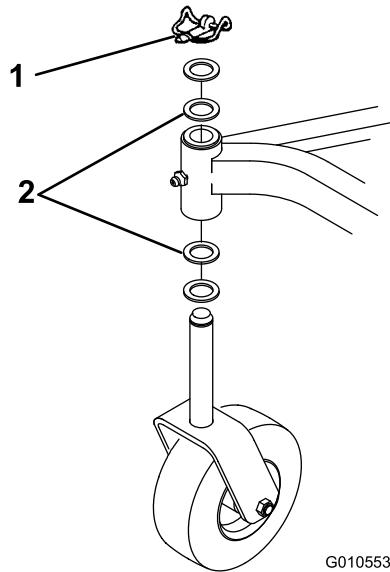

Figure 26
- Pour les plateaux de coupe généralement utilisés à une hauteur de coupe comprise entre 25 et 51 mm, le côté bas du plateau de coupe devrait être relevé. Retirez la goupille à anneau qui fixe la roue pivotante du côté bas (Figure 26) et déposez l'ensemble roue pivotante.
- C. Si le plateau de coupe est utilisé à une hauteur de coupe comprise entre 51 et 102 mm, abaissez le côté élevé du plateau de coupe. Retirez la goupille à anneau de la roue pivotante du côté élevé du plateau de coupe, et déposez l'ensemble roue pivotante (Figure 26).